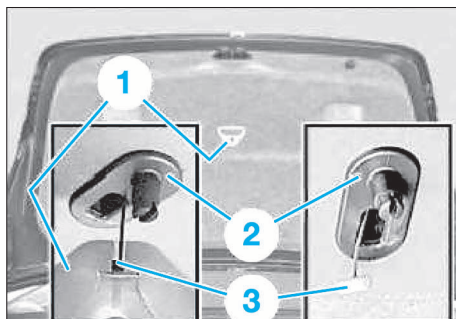

FIG. 81
- Déposer la poignée (1) du clip (2) (Fig.81).